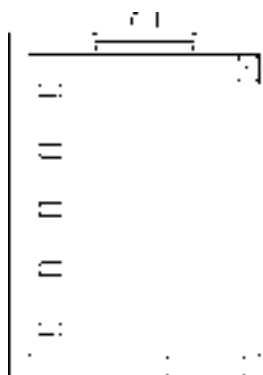

图 7-56 打开素材
1) 按〈Ctrl+O〉组合键，打开配套光盘提供的“第 7 章/7.2.5 布置隔断.dwg”文件，如图 7-56 所示。